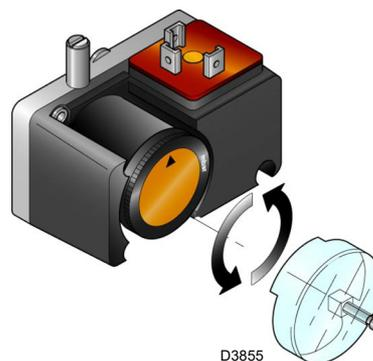

Fig. 32
- Régler le pressostat gaz seuil minimum (Fig. 32 à la page 32) en début d'échelle.
Effectuer le réglage du pressostat gaz seuil minimum (Fig. 32) après avoir effectué tous les autres réglages du brûleur avec le pressostat réglé en début d'échelle.